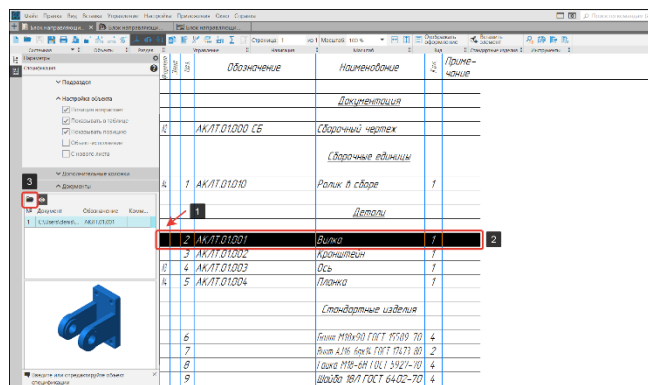

Рисунок 376 – Настройка объектов спецификации
6.5. Настройка объектов спецификации (Рисунок 376)